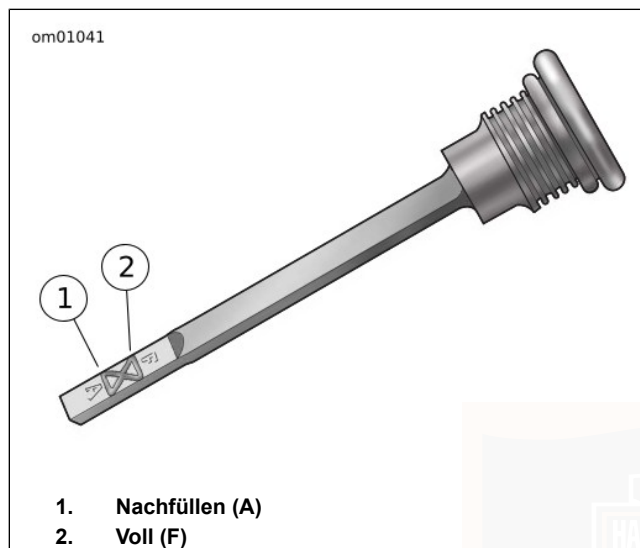

Abbildung 32. Flüssigkeitsstand am Getriebschmiermittelmessstab
4. Siehe Abbildung 32. Den Ölmesstab herausziehen. Den Schmiermittelstand auf dem Ölmesstab prüfen.